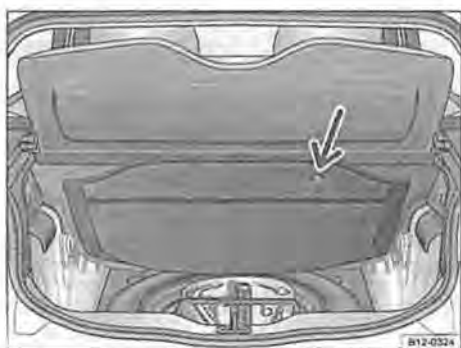

Fig. 118 Fondo del bagagliaio sollevato
- Sollevare il pannello di base del vano bagagli, prendendolo per l'incavatura (freccia) → fig. 118.